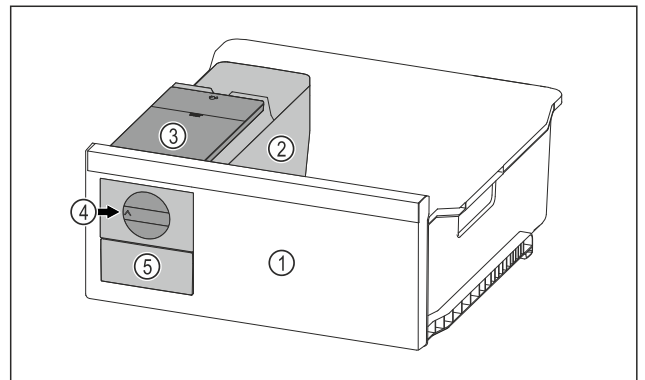

Fig. 146 Beispielhafte Darstellung
► Drehknopf Fig. 146 (4) im Uhrzeigersinn bis zum Anschlag drehen.
▷ Eiswürfel fallen aus der Eiswürfelschale in das Eiswürfelschubfach Fig. 146 (5).